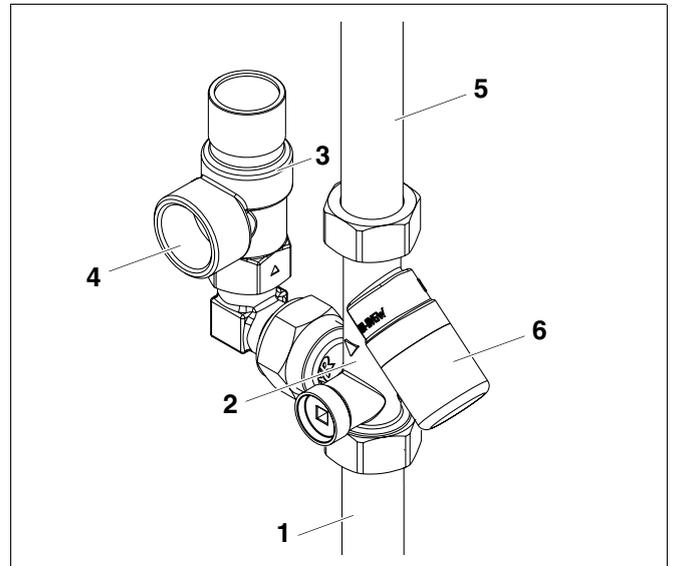

Bild 38 Sicherheitsgruppe montieren
- Sicherheitsgruppe (Bild 38, **Pos. 2**) mit Dichtung $\varnothing 17 \times 24 \times 2$ an das Kaltwasserrohr (Bild 38, **Pos. 1**) schrauben. Auf Dichtung und Fließrichtung achten!
- Sicherheitsventil (Bild 38, **Pos. 3**) mit eingelegter Dichtung an die Sicherheitsgruppe (Bild 38, **Pos. 2**) schrauben.
- Ausgang Sicherheitsventil (Bild 38, **Pos. 4**) so ausrichten, dass er in die Richtung des Trichtersiphons zeigt.
- Schraubnippel (Bild 38, **Pos. 5**) mit Überwurfmutter in den Kaltwasseranschluss eindichten.
- Sicherheitsgruppe (Bild 38, **Pos. 2**) mit Dichtung $\varnothing 17 \times 24 \times 2$ an den Schraubnippel (Bild 38, **Pos. 5**) schrauben.